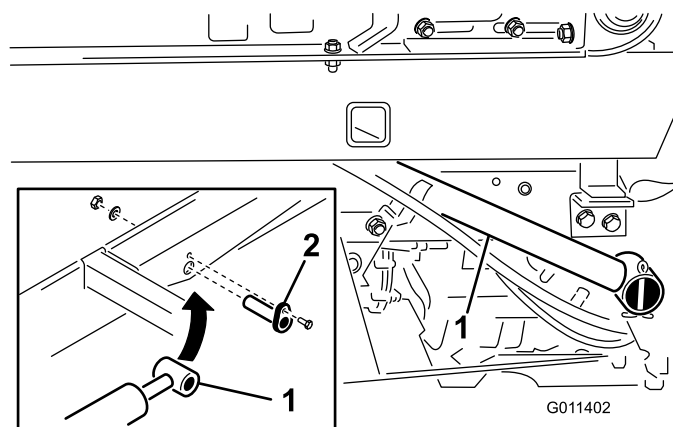

Figure 12
1. Fixez la tige de chaque vérin de levage à la base du topdresser avec un axe (Figure 12).
2. Fixez chaque axe de vérin à la base du topdresser à l'aide d'une vis (1/4" x 3/4"), d'une rondelle plate et d'un écrou (Figure 12).